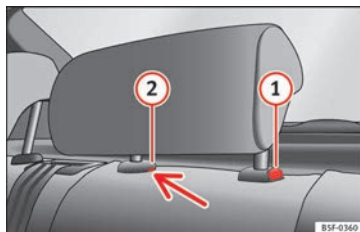

Fig. 151 Poggiatesta per il sedile posteriore centrale: punto di sblocco.
- Per regolare il poggiatesta ad un'altezza inferiore, premere il tasto  » **fig. 151** e farlo scorrere verso il basso.